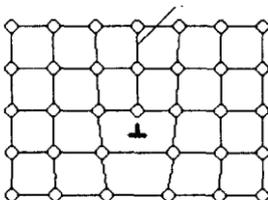

Рис. 12
**37. Как называется элемент кристаллической структуры, помеченный на рис. 12 знаком вопроса?**